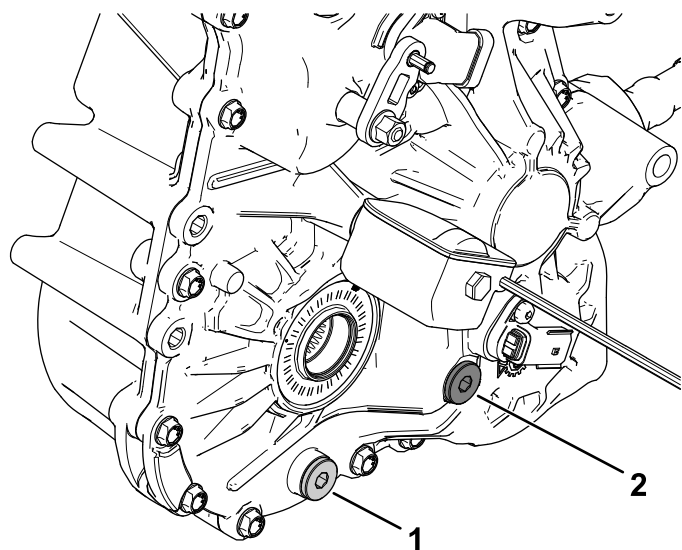

Figura 84
4. Retire el tapón de llenado del transeje (**Figura 84**).
5. Si el nivel de fluido es bajo, retire el tapón de llenado y añada el fluido especificado hasta que salga del orificio (**Figura 84**).
1. Coloque un recipiente debajo del tapón de vaciado (**Figura 84**).
2. Retire el tapón de llenado (**Figura 84**).
3. Retire el tapón de vaciado y deje que el aceite se drene completamente (**Figura 84**).